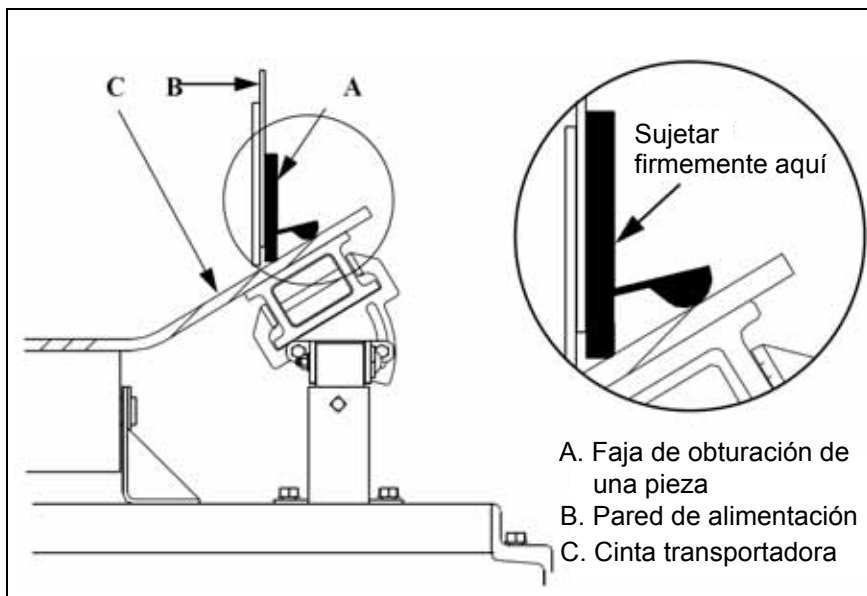

Fig. 5: Instalación del listón de sellado de una sola pieza de caucho
1. Colocar el listón de sellado secundario de caucho o el listón de sellado de una sola pieza de caucho (A, fig. 5) en la pared de la tolva (B, fig. 5).
2. Ajustar el listón de sellado para que descansa sobre la cinta transportadora (C, fig. 5), pero sin ejercer presión sobre la misma. Si el listón de sellado secundario sobresale de la cinta transportadora, córtelo con una cuchilla a ras del borde de la cinta transportadora. Procurar que haya al menos dos nervaduras del listón de sellado secundario y que descansen sobre la cinta transportadora. Esto no es posible con el listón de sellado de una sola pieza.